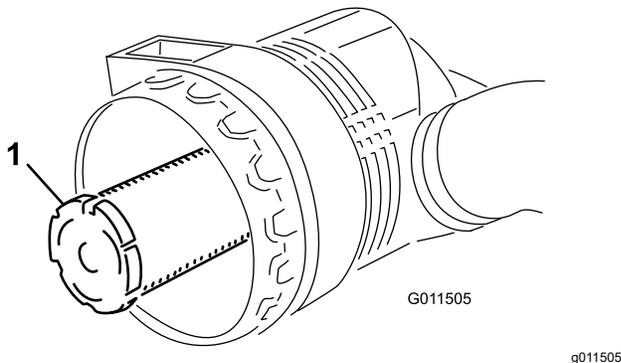

Figura 87
**Importante:** Non cercate mai di pulire il filtro di sicurezza (Figura 87). Sostituitelo con uno nuovo ogni 3 interventi di manutenzione sul filtro primario.